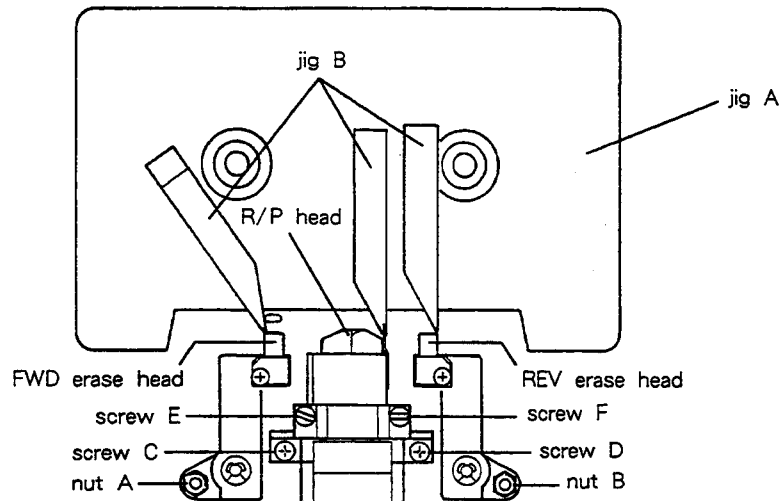

Fig. 2-6
- 1). Set jig A as shown in Fig. 2-6, then set the deck to FWD/PLAY mode.
If it doesn't, adjust Allen nut A shown in Fig. 2-6.
- If the head is both high (or low) in FWD and REV modes, replace the spacer under screws C and D (Fig. 2-6) with a thin (or thick) one. (Add or remove the same number of spacers with the same thickness for both screws C and D.)
- 1). 図2-6のように治具Aをセットし、FWD/PLAYモードにする。
そうでない場合は、図2-6の六角ナットAを調整する。
ネジC, D (図2-6) の下のスペーサーを板厚の薄い(厚い)ものに換える。(C, D共同じ厚さのスペーサーを同枚数増減すること)
- 7). Play back the 10 kHz signal on test tape MTT-256 in FWD/PLAY mode, then adjust FWD azimuth adjustment screw E (Fig. 2-6) so that the phase difference between the L and R channels is 0°.
- 7). FWD/PLAYモードでテスト・テープ MTT-256の 10kHzを再生して、LchとRchの位相差が0°になるようにFWD用アジマス調整ネジE (図2-6)を調整する。